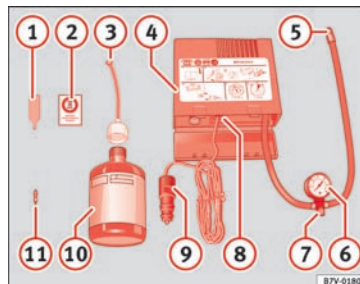

Fig. 132 Havarisættets dele
Havarisættet er placeret i bagagerummet under bundpladen. Det består af følgende dele » Fig. 132:
- Skru ventilkeglen ud af dækventilen med værktøjet til afmontering af ventilkegler » Fig. 132 ①, og læg den på et rent underlag.
- Ryst » Fig. 132 ⑩ flasken med dæktætningsmiddel nogle gange kraftigt frem og tilbage.
- Skru påfyldningsslangen » Fig. 132 ③ fast på flasken med dæktætningsmiddel med uret. Folien på lukningen bliver automatisk brudt.
- Fjern proppen fra påfyldningsslangen » Fig. 132 ③, og sæt den åbne ende helt på dækventilen.
- Skru ventilkeglen ind i dækventilen igen med værktøjet til afmontering af ventilkegler » Fig. 132 ①.
- Skru luftkompressorens påfyldningsslange » Fig. 132 ⑤ fast på dækventilen.
- Kontroller, om luftaftpningsskruen » Fig. 132 ⑦ er lukket.
- Sæt kabelstikket » Fig. 132 ⑨ i en 12-volts-stikdåse i bilen » Side 69.
- Tilslut luftkompressoren med tilslutnings- og afbryderkontakten » Fig. 132 ⑧.
- Lad kompressoren køre, indtil dæktrykket 2,0-2,5 bar (29-36 psi/200-250 kPa) er opnået » Δ. Højest 8 min. » ①
Tilslut dækpåfyldningsslangen » Fig. 132 ⑤ igen, og aflæs dæktrykket på dæktryksmåleren ⑥.